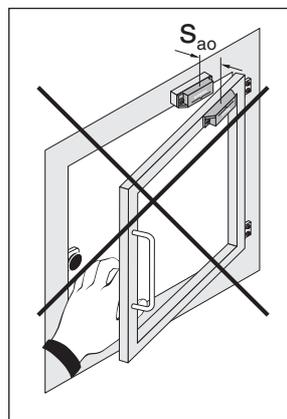

Fig. 5: Montage des capteurs de sécurité à proximité de la fermeture
Il faut cependant remarquer qu'il existe une plage $s_{ON} < s_H < s_{OFF}$, dans laquelle le capteur est toujours en état MARCHE (ON), alors que l'actionneur est écarté de plus de s_{ON} . Il faut tenir compte de cette plage d'hystérésis, surtout pour le montage des capteurs de sécurité. Sur le plan constructif, il faut que l'ouverture du protecteur soit supérieure à s_{ar} , afin de permettre le déclenchement complet du module de surveillance avant que le protecteur n'autorise l'accès à la zone dangereuse (voir également Fig. 5, p. 10).
opposé aux charnières (Fig. 5).